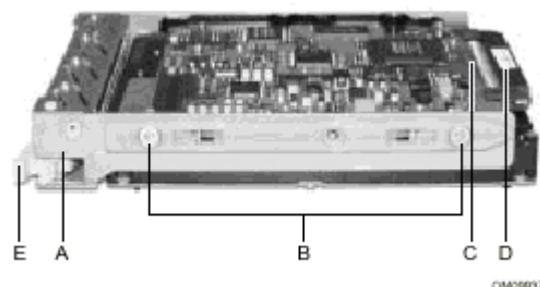

图3.8 固定在驱动器盒内的硬盘
3. 将硬盘放入盒内，连接器一端位于后上方。图3.8显示硬盘在盒内的方位。在图中，硬盘处于底面向上的位置。